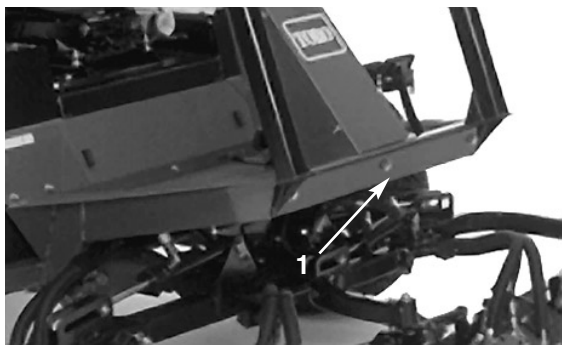

Fig. 19
- Fastgør en egnet kæde, strop eller tov midt på forreste rammevange (Fig. 19).